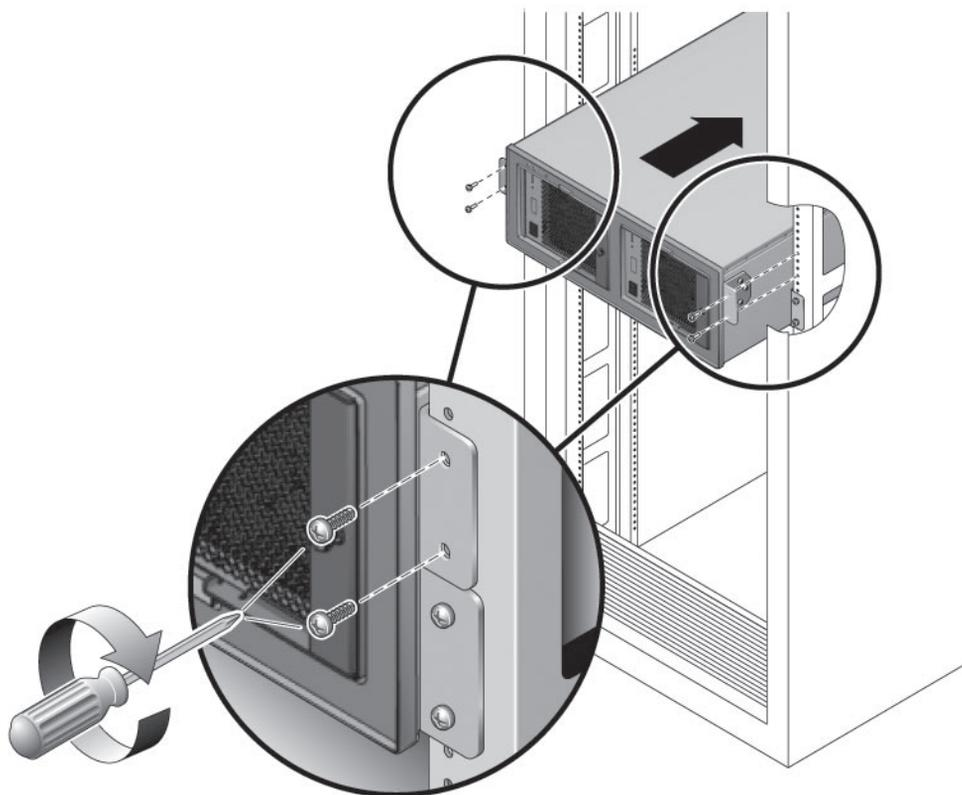

FIGURE 2-11 Installation de l'unité d'extension E/S externe dans le rack
4. Fixez la partie avant de l'unité d'extension E/S externe avec deux vis sur chaque côté (FIGURE 2-11).